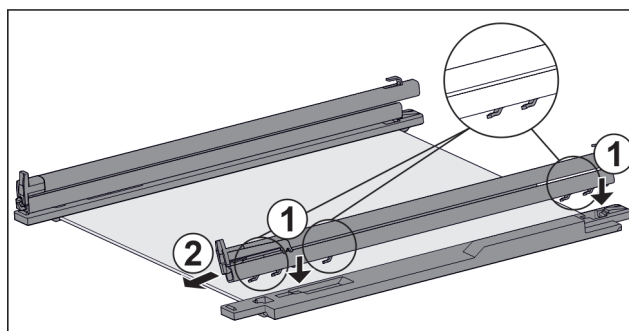

Fig. 115 Glasplade med skinner og holdedele
- ▶ Sæt skinnens kroge på den **venstre** holdedels åbninger. Fig. 115 (1)
- ▶ Træk skinnen frem. Fig. 115 (2)
- ▶ Sæt skinnens kroge på den **højre** holdedels åbninger. Fig. 115 (1)